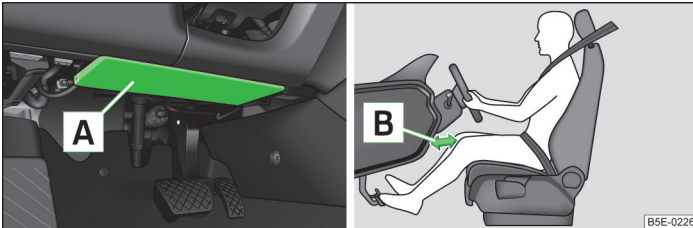

Abb. 160 Fahrer-Knieairbag unter der Lenksäule
Der Fahrer-Knieairbag **A** ist im unteren Teil der Schalttafel unter der Lenksäule untergebracht » Abb. 160.
- Den Fahrersitz in Längsrichtung so einstellen, dass der Abstand der Beine **B** zur Schalttafel im Bereich des Knieairbags mindestens 10 cm beträgt » Abb. 160. Falls es aus Gründen der Körpergröße nicht möglich sein sollte, diese Bedingung zu erfüllen, dann ist ein ŠKODA Fachbetrieb aufzusuchen.